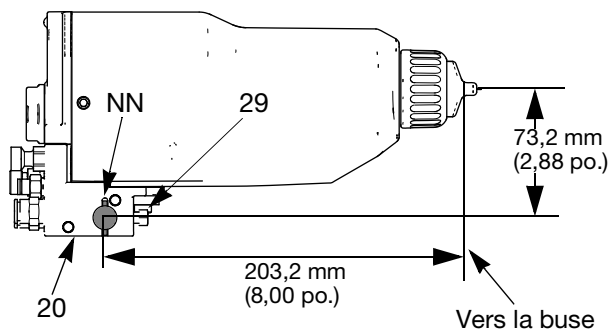

FIG. 4. Support de montage
1. Desserrez les deux vis de réglage (29) du collecteur et faites glisser le collecteur (20) sur une tige de montage de 13 mm.
Pour obtenir un positionnement plus fiable, introduisez une broche de positionnement de 3 mm dans la fente (NN) du support et dans un trou de la tige. Voir le détail à la FIGURE 4.